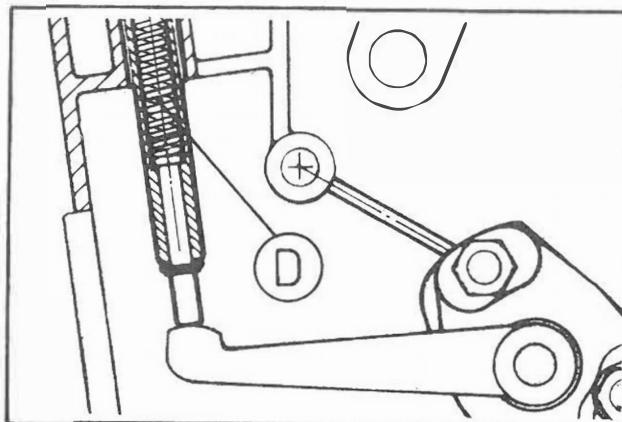

Fig. 49
Al regime di coppia massima la flessione della molla (D), contenuta nel cilindretto, sotto la spinta della leva supplemento consente l'erogazione di una maggiore quantità di combustibile necessaria in tale condizione (Fig. 49).
At maximum torque speed, spring compression (D) inside barrel under thrust of extra fuel device lever allows greater delivery of fuel necessary for specific condition (Fig. 49). The plungers, which vary accordingly with engine setting, are not interchangeable. Disassemble device and wash it in kerosene. Tip of moving element, loaded as per table instructions, must travel as follows:
Au régime du couple maximum la flexion du ressort (D) contenu dans le cylindre, sous la poussée du levier de supplément permet le débit d'une plus grande quantité de combustible nécessaire dans ces conditions (fig.49).